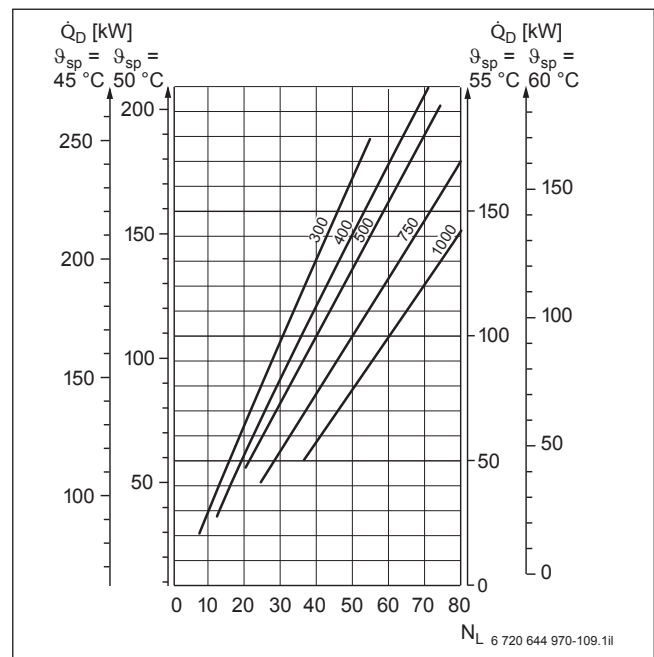
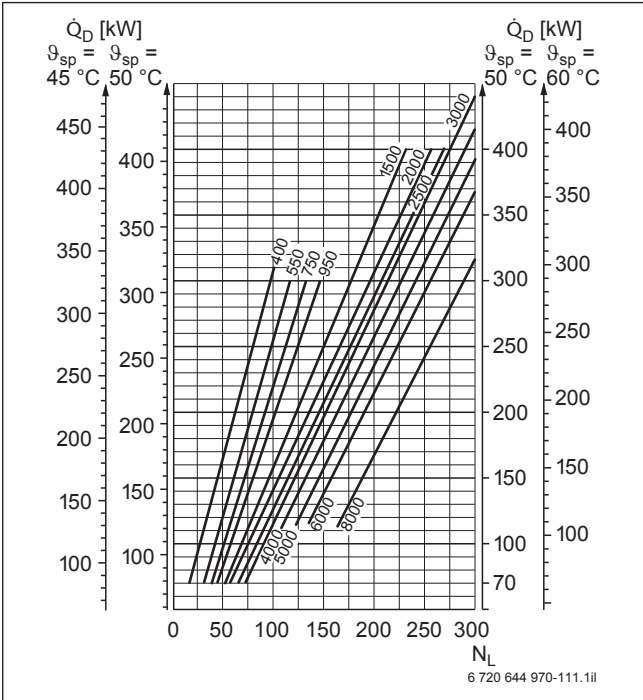

Bild 120 Speicherladesystem mit Logalux SF300/5 ... SF1000.5 bei durchlaufender Schichtladepumpe
Bild 122 Speicherladesystem mit Logalux LF und L2F bei durchlaufender Schichtladepumpe
- **Durchlaufende** Schichtladepumpe → Bild 120 und Bild 122, z. B. bei Anschluss einer bauseitig zu stellenden Schaltuhr